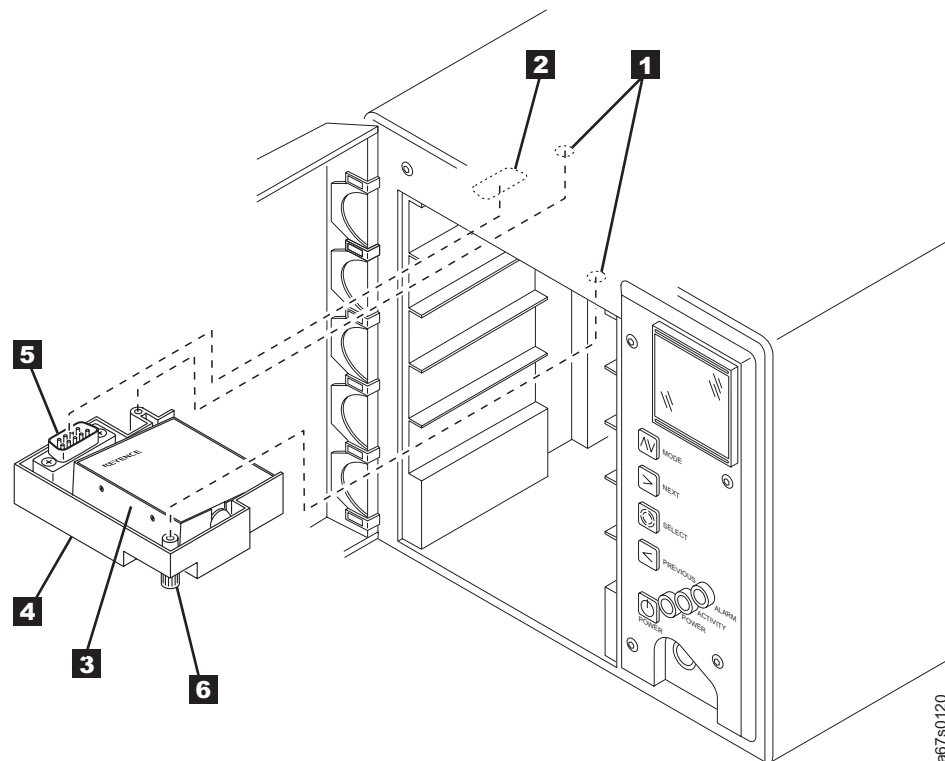

Abbildung 21. Barcode-Leseinheit einbauen
6. Lösen Sie die beiden Rändelschrauben (siehe **6** in Abb. 21) auf der Halterung **4** der Barcode-Leseinheit.
1. Sehen Sie sich Abb. 21 an und suchen Sie das Befestigungsloch **1** und den Schnittstellenanschluss **2** an der Innenseite der oberen Platte des Autoloaders direkt über dem Kassettenablagefach 1.